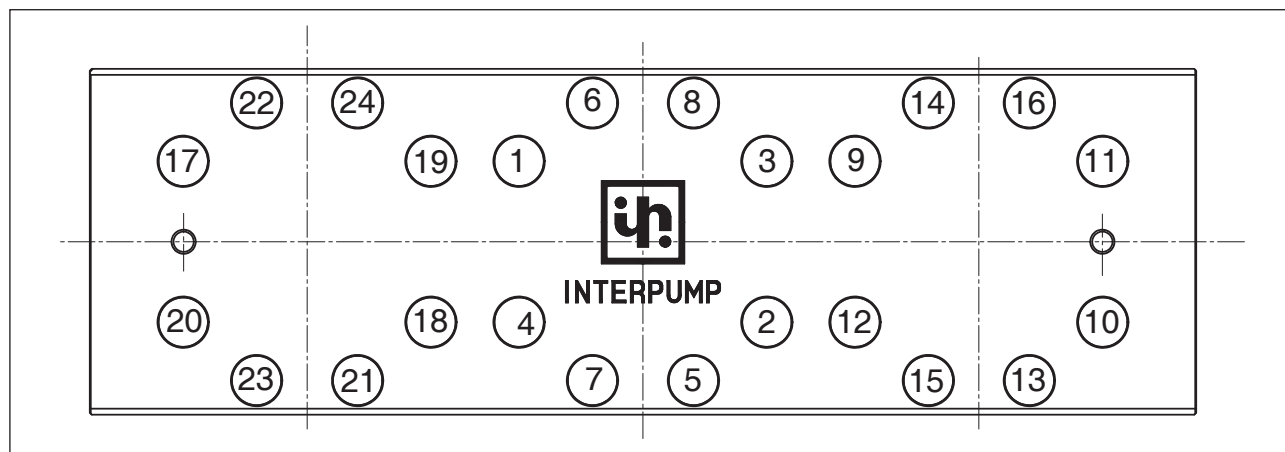

Fig. 197
**Apretar los 24 tornillos M16 como se indica en el esquema de la Fig. 197.**